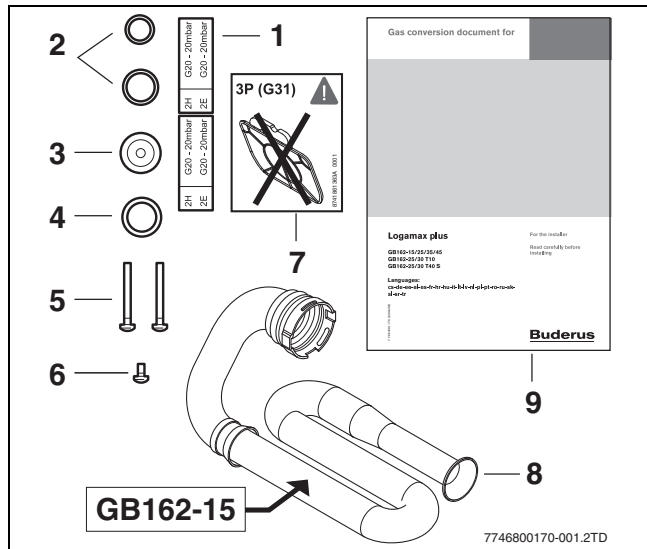

Рис. 1
- ▶ Только для GB162-15: замените воздухозаборную трубу на новую (ЗР-15 кВт) трубу с наклейкой (→ рис. 1, [8]).